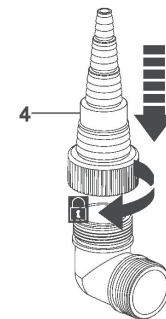

Fig. 1
- Aperte o conector (4) para a direita, no adaptador, se este não se encontrar previamente montado (Fig. 1).